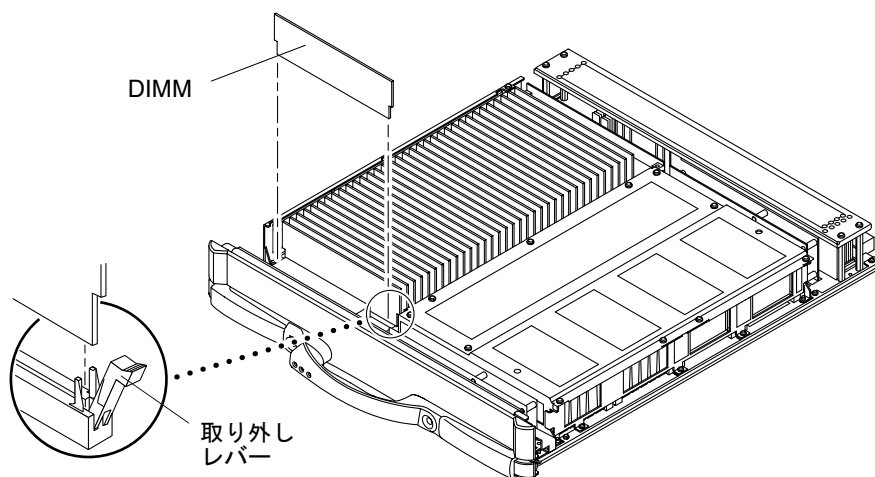

図 3-10 DIMM の取り外し
4. DIMM コネクタの両側の取り外しレバーを押し下げて、故障した DIMM を取り出します (図 3-10)。